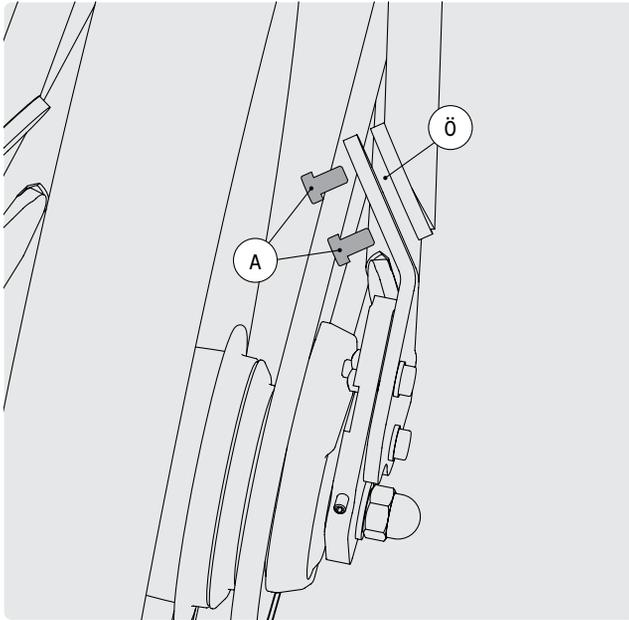

FIG. 49
- 1 Afloje ambos tornillos A del candado del cuadro (fig. 49).